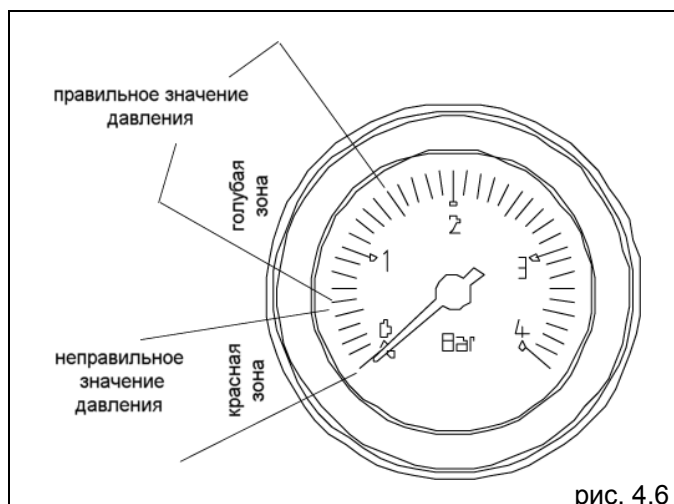
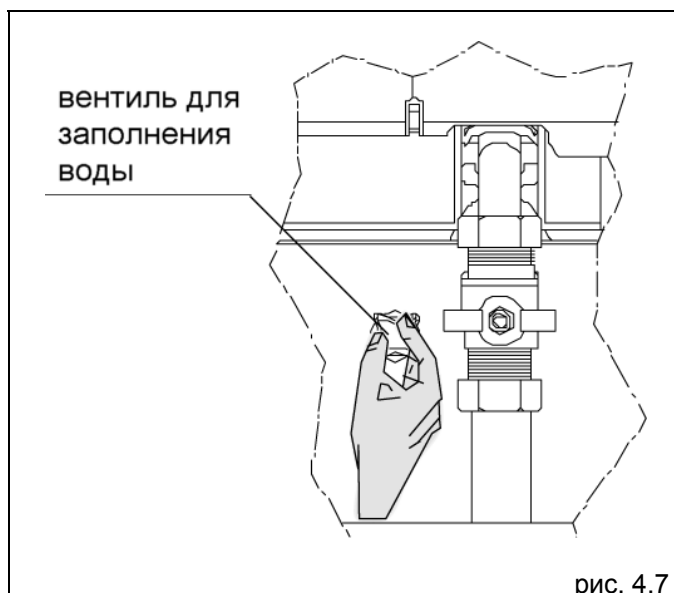

рис. 4.6
рис. 4.7
- по манометру проверьте давление в контуре воды (рис. 4.6); если оно ниже 0,5 бар, скорректируйте его с помощью вентиля подпитки (рис. 4.7)